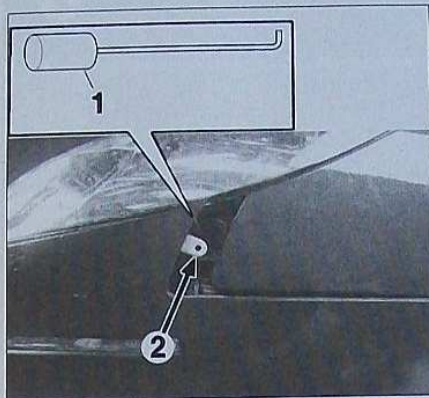

FIG. 2
- les fixations (1).
Déverrouiller les fixations G et D à l'aide d'un outil (1) en passant par l'intérieur du passage de roue (Fig.2).